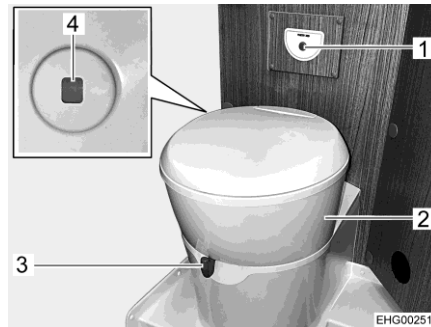

Bild 98 Toalett
Toalettskålen kan vridas till önskad position. Ta tag i toalettens överdel (Bild 98,2) med händerna och vrid.
Kontrollenheten med spolknappen (Bild 98,1) är placerad i närheten av toalettskålen.
Nivåindikeringen (Bild 98,4) ändrar färg från grönt till rött när latrintanken måste tömmas.
- Öppna spjället på toaletten före spolning. Skjut för detta spjällspaken (Bild 98,3) moturs.
- För att spola, tryck på den blå spolknappen (Bild 98,1).